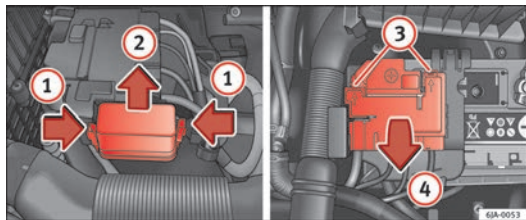

Abb. 149 Batterie: Sicherungsdeckel (Variante 1)
- Drücken Sie gleichzeitig auf die flexiblen Laschen des Sicherungsdeckels in Pfeilrichtung ① ⇒ Abb. 149.
- Ziehen Sie den Deckel in Pfeilrichtung ② ab.
- Entriegeln Sie mit einem flachen Schraubendreher die Sicherungsmechanismen in den Öffnungen ③.
- Öffnen Sie die Klappe in Pfeilrichtung ④.